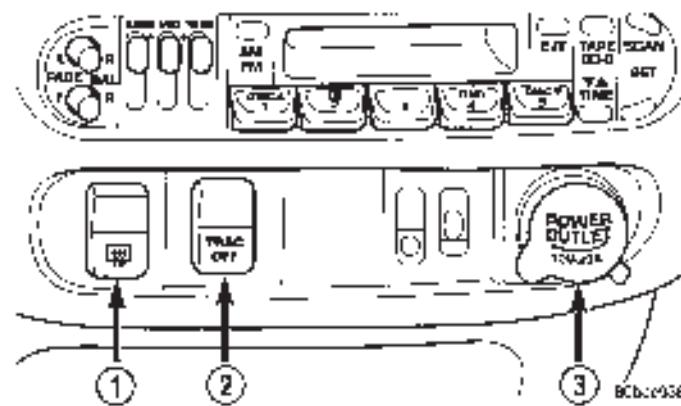

Fig. 7 Bisel del interruptor de accesorios/salida de energía
(3) Quite los cuatro tornillos de retención del bisel del interruptores de accesorios/salida de energía (Fig. 7).
(1) Inserte un desarmador pequeño en la ranura de la mica y suavemente palanquee hacia afuera la unidad. Refiérase a la (Fig. 7)
(2) Deslice hacia atrás la cubierta trasera para exponer el foco.
(3) Reemplace el foco.